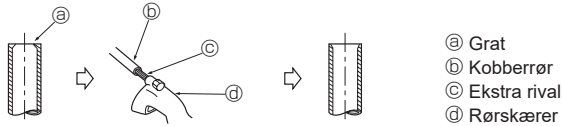

Fig. 5-4
5.2.2. Fjernelse af grater (Fig. 5-4)